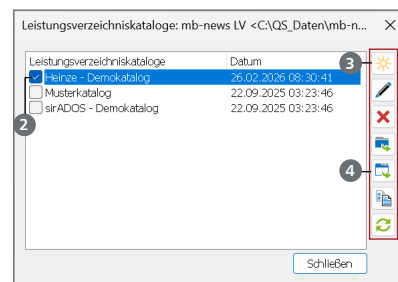

Bild 5. LV-Kataloge bearbeiten
Stehen im Projekt mehrere LV-Kataloge zur Verfügung, muss vor dem Start des aktiven ViCADO-Modells ein Katalog als aktiver Katalog markiert ② werden (Bild 5).
Mit Auswahl der Schaltfläche „LV-Katalog neu anlegen“ ③ (Bild 5) muss zuerst die Katalogstruktur festgelegt werden.
Damit ein neuer oder bearbeiteter LV-Katalog auch in anderen Projekten genutzt werden kann, muss eine Übertragung in die Stammdaten 4 erfolgen (Bild 5).